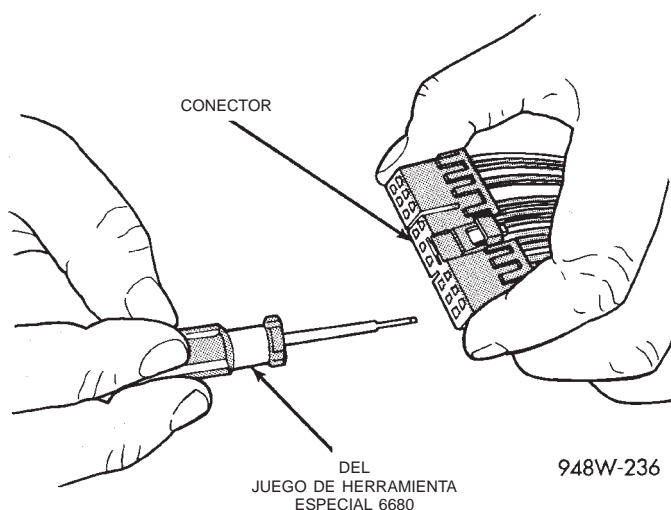
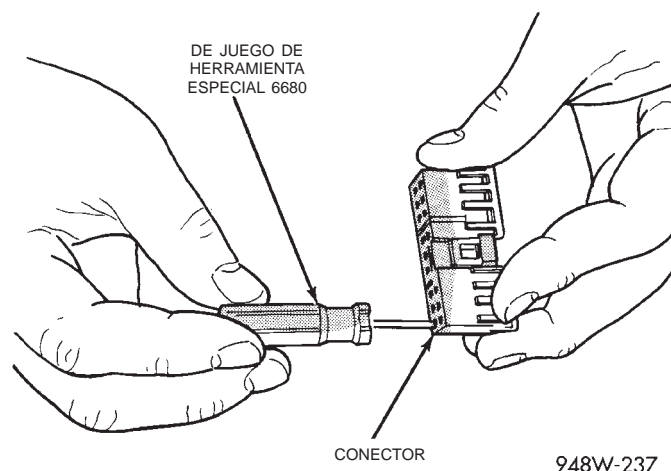

Fig. 11 Desmontaje de terminales
Fig. 12 Desmontaje del terminal utilizando la herramienta especial
(4) Emplace la garra de traba del conector apartada del terminal utilizando el Juego de Herramienta especial 6680. Tire del cable para sacar el terminal del conector (Fig. 11) (Fig. 12).
(5) Si el terminal posee una cola de traba, vuelva a colocarla en su sitio.
(6) Introduzca el cable que retiró en la misma cavidad del conector de recambio.
(7) Repita los pasos del cuatro al seis para cada uno de los cables del conector, asegurándose de que todos se introduzcan en las cavidades correctas. Para obtener información adicional sobre la identificación de la espiga del conector, consulte los diagramas de cableado.
(8) Introduzca la cuña de traba en el conector reparado, si fuese necesario.
(9) Conecte el conector a su mitad o componente complementario.
(10) Conecte la batería y pruebe todos los sistemas afectados.